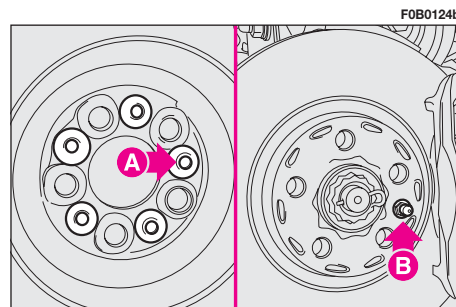

fig. 9
20) Montare la ruota di scorta, facendo coincidere uno dei fori **A**-fig. 9 con il perno di centraggio **B** quindi mediante l'utilizzo della leva di azionamento avvitare i bulloni.